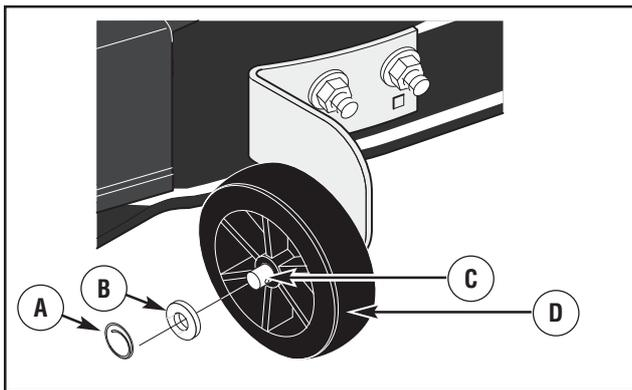

Figura 31: Assemblaggio ruota di livello
1. Rimuovere le ruote di livello (figura 31).